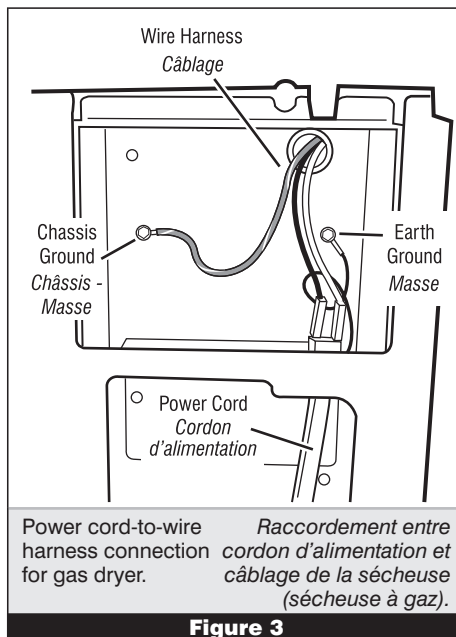
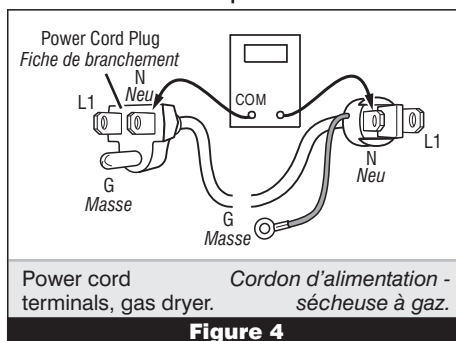

Figure 3
Figure 4
3. Check that the power cord is firmly connected to the dryer's wire harness. See figure 3.
5. With an ohmmeter, check for continuity between the neutral (N) terminal of the plug and P2-2 (white wire) on the machine control board. The left-hand side of figure 4 shows the position of the neutral terminal (N) on the power cord plug.
- If there is no continuity, disconnect the white wire of the harness from the power cord at the location illustrated in figure 3. Test the continuity of the power cord neutral wire as shown in figure 4. If an open circuit is found, replace the power cord. Otherwise, go to step 6.
- If there is no continuity, check the continuity of the power cord in a similar way to that illustrated in figure 4 but for power cord L1 wire.
3. Vérifier que le cordon d'alimentation est correctement raccordé au câblage de la sècheuse. Voir figure 3.
5. Avec un ohmmètre, vérifier la continuité entre la broche neutre (N) de la fiche de branchement et la broche P2-2 (conducteur blanc) de la carte des circuits de commande de la machine. La partie gauche de l'illustration à la figure 4 identifie la position de la broche neutre (N) de la fiche de branchement.
- S'il n'y a pas de continuité, défaire la connexion entre le conducteur blanc du câblage et le cordon d'alimentation, à l'emplacement indiqué à la figure 3. Tester la continuité du conducteur neutre du cordon d'alimentation selon les indications de la figure 4. S'il y a un circuit ouvert, remplacer le cordon d'alimentation; sinon passer à l'étape 6.
- S'il n'y a pas de continuité, contrôler la continuité sur le cordon d'alimentation d'une manière similaire à ce qui est décrit à la figure 4, mais pour le conducteur L1 du cordon d'alimentation.